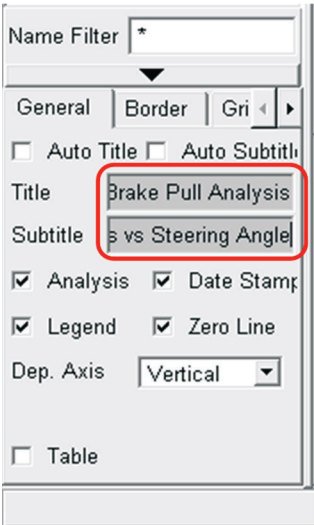

Figura 4.175 – Título e Subtítulo do novo gráfico.
- Na caixa de texto *Title*, digite “*Brake Pull Analysis*” (Figura 4.175).
- Na caixa de texto *Subtitle*, digite “*Scrub Radius vs Steering Angle*” (Figura 4.175).